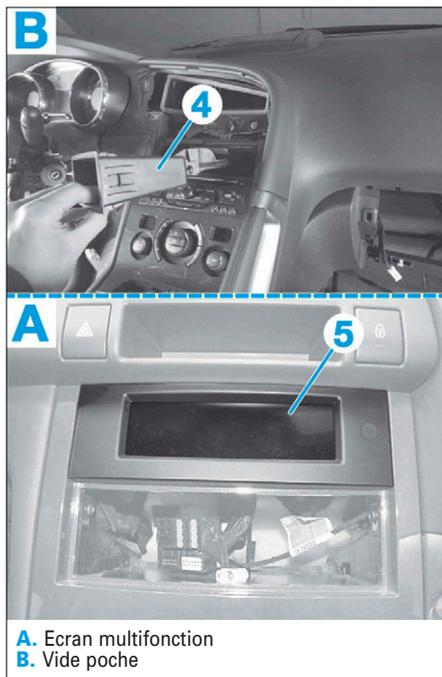

FIG. 29
• Dégrafer et déposer le vide-poches (4) ou l'écran multifonction (5) (suivant équipement) (Fig.29).